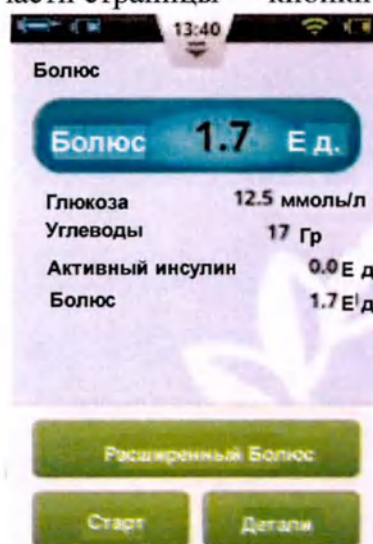

Рисунок 107
3. Следующая страница — это рекомендуемый экран болюсов (рисунок 107). В верхней части страницы находится рекомендуемый размер болюса, в середине страницы — параметры расчета, а в нижней части страницы — кнопки действий.